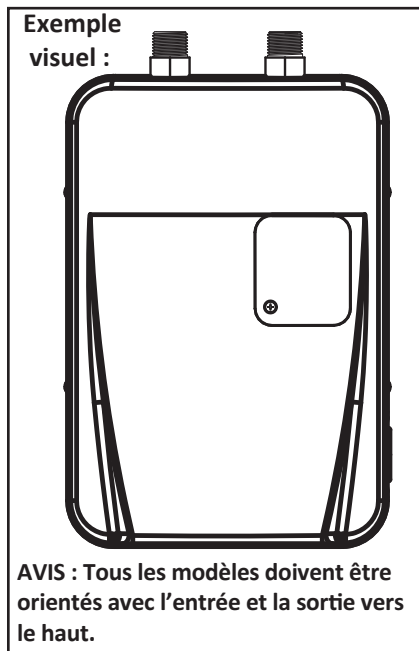

Figure 3 - Orientation du chauffe-eau.
**AVIS :** Tous les modèles doivent être orientés avec l'entrée et la sortie vers le haut. Voir Figure 3.